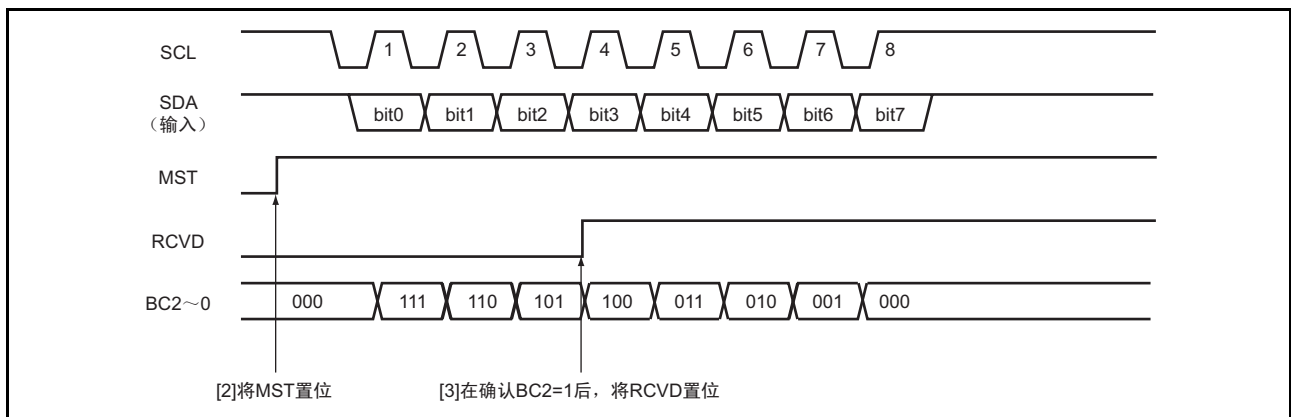

图 18.16 接收 1 字节数据的运行时序
**【注】** 当 MST=1 并且只要接收 1 个字节时，必须按照以下步骤进行，运行时序请参照图 18.16。